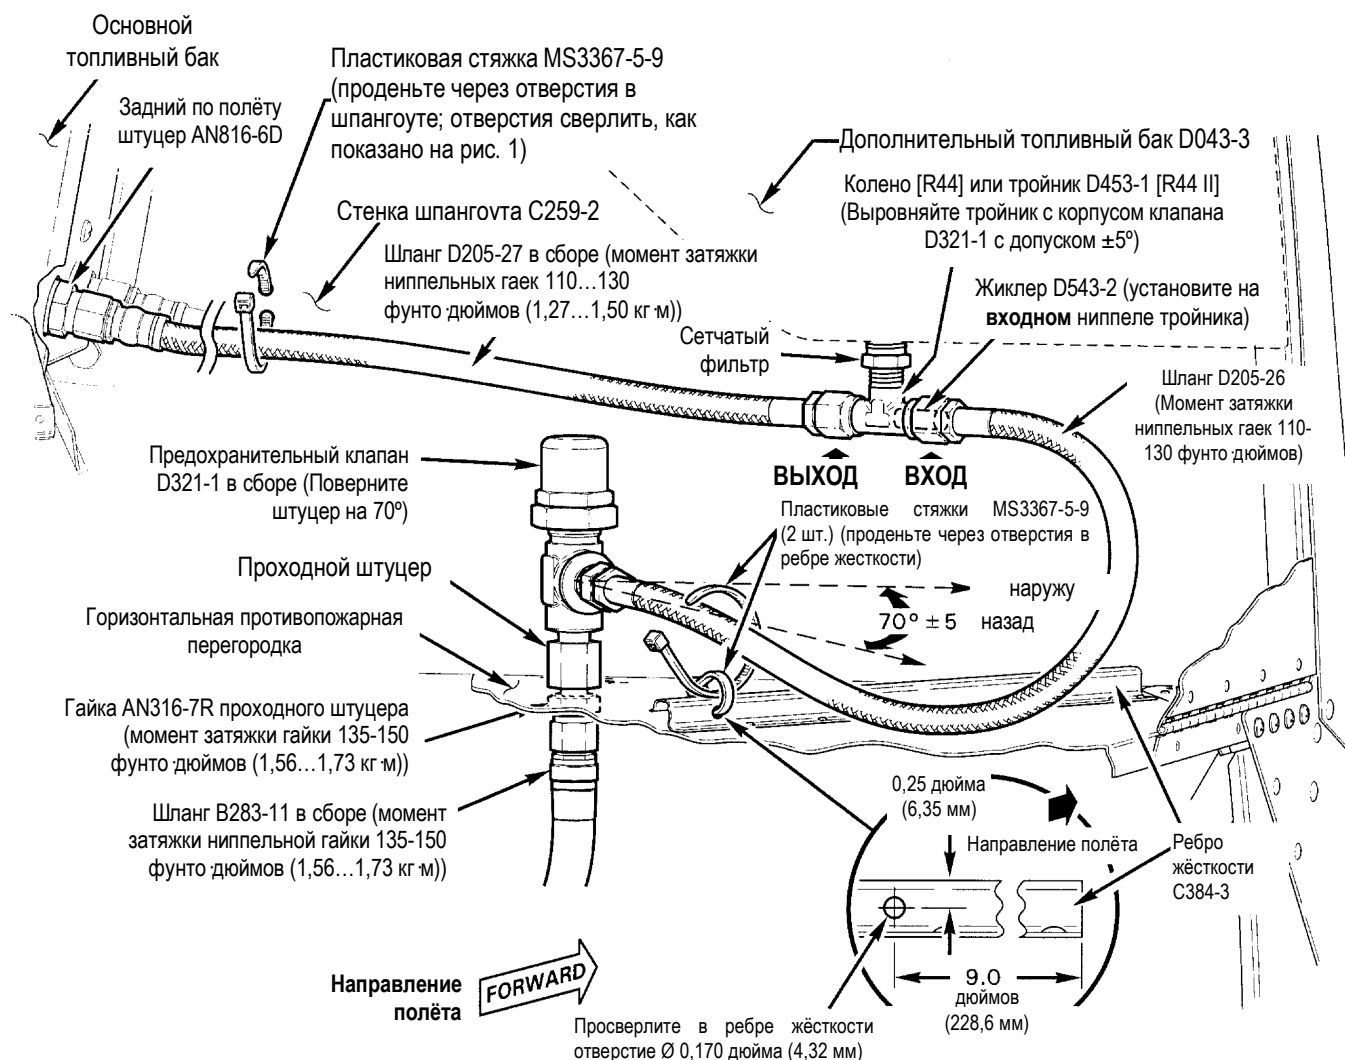

Рисунок 2
(b) Только для вертолётов R44 II: См. рисунок 2. Отметьте расположение отверстия на ребре жёсткости C384-3. Просверлите отверстие Ø 0,170 дюйма (4,32 мм) и снимите заусенцы. Уберите стружку.
- (b) Только для вертолётов R44 II: См. рисунок 2. Ослабьте ниппельную гайку шланга B283-11 снизу горизонтальной противопожарной перегородки, затем ослабьте гайку AN316-7R проходного штуцера. Поверните узел перепускного клапана так, чтобы штуцер был направлен под углом $70\pm 5^\circ$ назад по полёту и затяните гайку AN316-7R проходного штуцера со специальным моментом 135-150 фунто-дюймов (1,56...1,73 кг·м). Затяните ниппельную гайку шланга B283-3 со специальным моментом 135-150 фунто-дюймов (1,56...1,73 кг·м) и нанесите контрольные риски на обе гайки согласно Руководству по техническому обслуживанию (Maintenance Manual), рис. 2-1.
- (c) Только для вертолётов R44 II: См. рисунок 2. Нанесите небольшое количество герметика на витки конической трубной резьбы тройника D453-1 (не наносите герметик на первый виток резьбы). Вверните тройник в выходное отверстие дополнительного топливного бака, затяните со специальным моментом 110 фунто-дюймов (1,27 кг·м), затем дотяните тройник, расположив его относительно узла перепускного клапана с допуском $\pm 5^\circ$. Нанесите на тройник контрольную риску согласно Руководству по техническому обслуживанию (Maintenance Manual), рис. 2-1.
- (d) Только для вертолётов R44 II: См. рисунок 2. Установите жиклер во входной штуцер тройника (внешняя сторона). Подсоедините шланг D205-26 к перепускному клапану и ко входному штуцеру тройника, затяните ниппельные гайки шланга с моментом 110-130 фунто-дюймов (1,27...1,50 кг·м) и нанесите контрольную риску согласно Руководству по техническому обслуживанию (Maintenance Manual), рис. 2-1. Прикрепите шланг к ребру жёсткости C384-3 при помощи двух пластиковых стяжек MS3367-5-9. Подтяните пластиковые стяжки до надёжной фиксации, но не затягивайте слишком сильно, затем обрежьте выступающие части стяжек вровень с замком.
12. См. рисунок 2. Подсоедините шланг D205-27 в сборе к ниппельному соединению AN816-6D основного топливного бака и к колену или тройнику дополнительного топливного бака. Затяните ниппельные гайки со специальным моментом 110-130 фунто-дюймов (1,27...1,50 кг-м) и нанесите контрольные риски согласно Руководству по техническому обслуживанию (Maintenance Manual), рис. 2-1. Установите пластиковую стяжку MS3367-5-9 вокруг шланга и через просверленные отверстия в шлангоуте. Подтяните пластиковые стяжки до надёжной фиксации, но не затягивайте слишком сильно, затем обрежьте выступающие части стяжек вровень с замком.